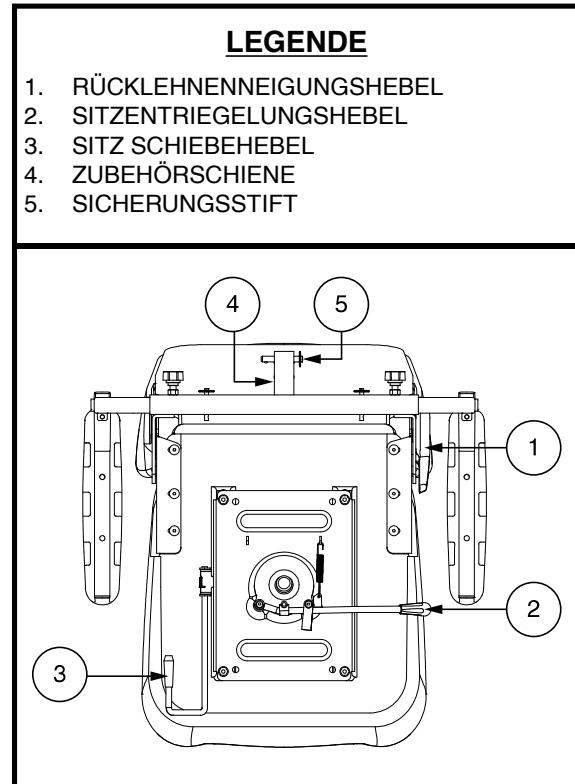

Abb. 20. Sitzeinstellungen – Stil B
Um die verstellbare Rückenlehne einzustellen, befolgen Sie diese Schritte. Siehe Abb. 20.
1. Drehen Sie den Hebel zur Verstellung der Sitzposition nach aussen. Siehe Abb. 20.
Der Armlehnenwinkel Ihres Elektromobils kann nach oben oder nach unten verstellt werden. Siehe Abb. 20.
Die Zuberhörhalterung am Heck ermöglicht es Ihnen, persönliche Zubehörkomponenten wie Korb, Gehhilfe oder Sauerstofftank hinter dem Elektromobil anzubringen. Verwenden Sie den Sicherungsstift, um das Zuberörteil sicher an der Halterung zu befestigen. Siehe Abb. 20. Für weitere Informationen wenden Sie sich an Ihren Vertragshändler.